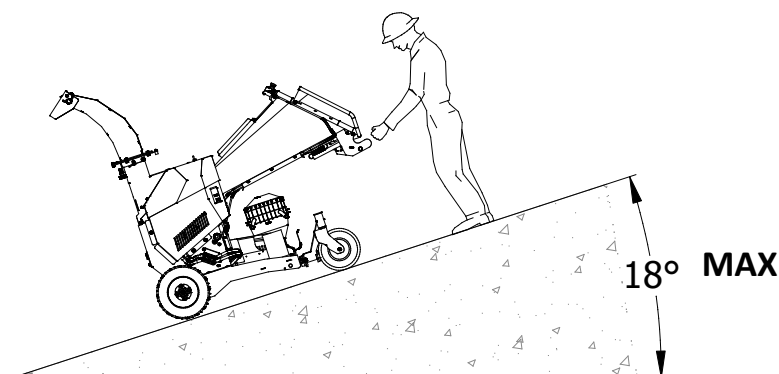

Abb. 8-1 – Beispiel für das korrekte Bewegen der Maschine auf längsgeneigten Flächen
- Wenn Sie eine Steigung befahren, positionieren Sie sich immer hangaufwärts der Maschin (Fig. 8-1), niemals hangabwärts;